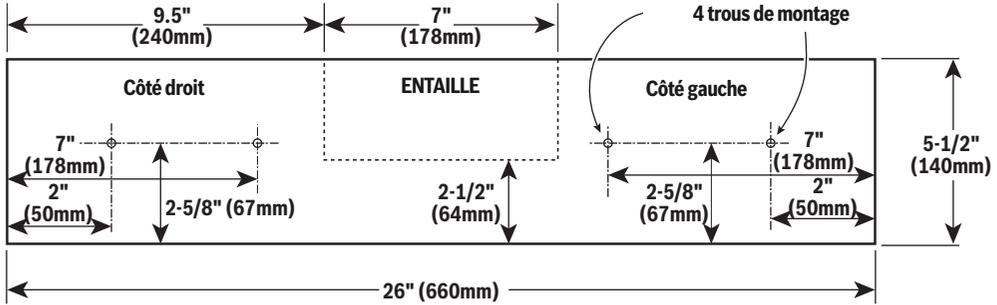

Fig. 39 Guide auxiliaire en bois haut – 3/4 po (19mm) d'épaisseur
1. Placez une pièce de bois contre le guide de la scie à onglet (voir Fig. 38). (Le bois peut avoir une hauteur maximum de 5 1/2 po. [140mm]). Assurez-vous que la tête ne gêne pas le guide auxiliaire. Voir le dessin de dimensionnement – Fig. 39.
7. Lorsque vous effectuez des coupes coulissantes, il faut faire une entaille au centre selon le modèle (voir Fig. 39).